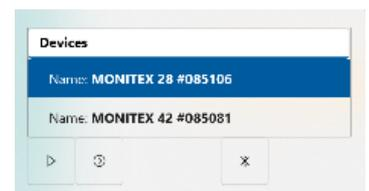

Bild 3: Auswahl der MONITEX® BT
- Auf der linken Seite befinden sich die Bedienfelder. Klicken Sie zum Verbinden auf das Bluetoothsymbol. In dem neuen Fenster können Sie die MONITEX® BT auswählen (siehe Bild 3).